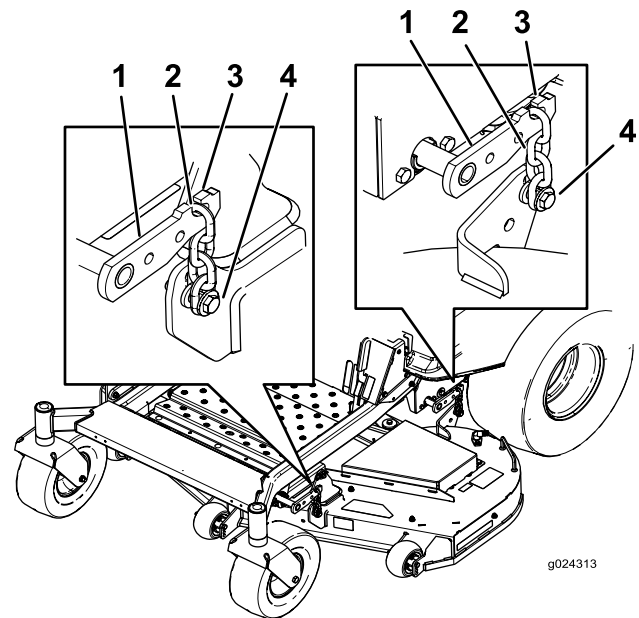

Figura 62
5. Afloje los pernos de ajuste en las cuatro esquinas, hasta que la carcasa quede bien asentada sobre los cuatro bloques (Figura 62).
6. Asegúrese de que las cuatro cadenas estén tensadas (Figura 62).
7. Apriete los cuatro pernos de ajuste (Figura 62).